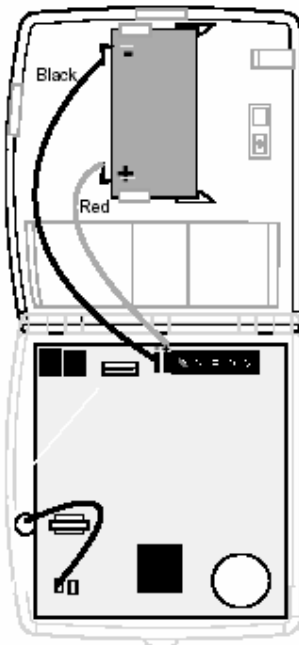

Figure 12. Connecting the Battery Leads to the Battery and Panel Terminals
3. 用随主机提供的电线将电池的正负极与主机的接线端子连接好(见图 12)。